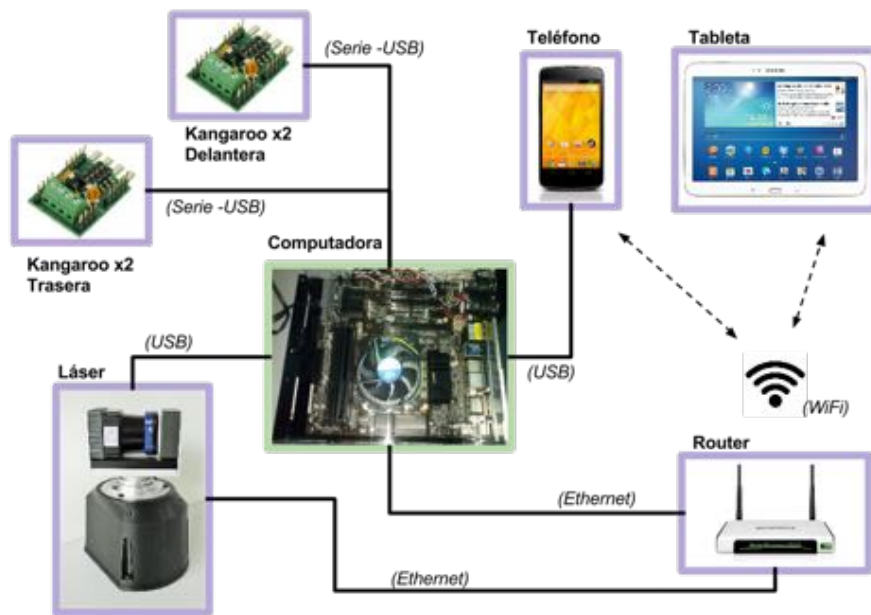

Figura 4.1: Esquema de conexiones de comunicación
El sistema sensorial está formado por un telémetro láser 3D y un teléfono inteligente. El esquema de la Figura 4.1 presenta cómo están conectados todos los elementos de estos dos sistemas.
- La rotación de la base se consigue mediante un servomotor dirigido por una controladora cuyo objetivo es mantener constante la velocidad de giro y sincronizar la rotación con la adquisición de datos 2D. La controladora se comunica con el computador mediante el puerto USB (ver Figura 4.1).
Se ha incorporado una tableta que funciona como estación de teleoperación del robot móvil. Como ya se vió en la Figura 4.1, ésta se comunica con los demás dispositivos del robot móvil Andábata mediante la red WiFi creada por el enrutador incorporado al vehículo.